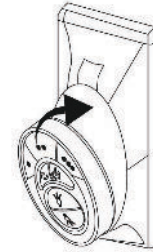

Fig. 24
**Étape 1.** Pour placer l'émetteur dans la plaque murale, insérez d'abord l'extrémité inférieure, puis appuyez sur le haut dans la plaque murale. L'émetteur est maintenant maintenu dans la plaque murale et fonctionnera à partir d'ici. (Fig.24)